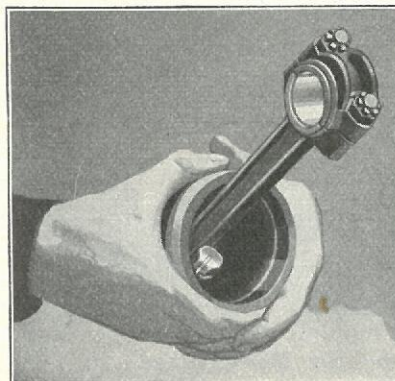

Fig. 248
- 419** Kontroller Stempelpindens Pasning i Bøsningerne, som vist paa Fig. 248, det vil sige: Hold om Stemplet med begge Hænder og giv et hurtigt Ryk — Plejlstangen skal da gaa langsomt ned.